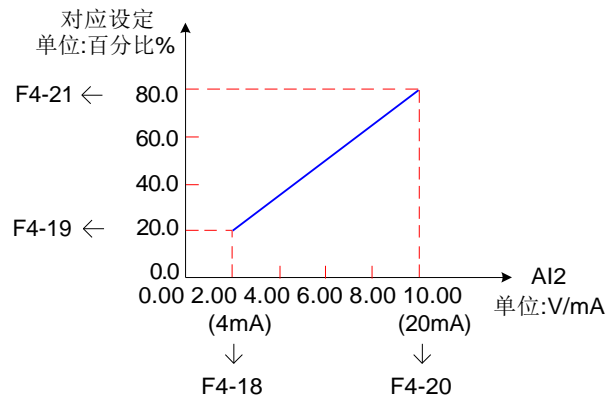

图 6-13 AI 曲线 2 设定
- 曲线 2 与曲线 3 的设置方法，与曲线 1 的设置方法相同。曲线 2 的相关参数为 F4-18~F4-21，曲线 3 的相关参数为 F4-23~F4-26。如图 6-13 所示对应 AI 曲线 2 的设置。